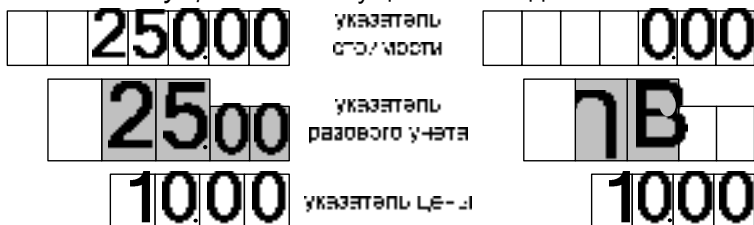

Рисунок 6
9.2 Для выдачи топлива необходимо задать дозу с системы управления. Когда устройство будет готово к отпуску топлива, в средней строке табло мигающими символами отобразится величина заданной дозы, а в случае отпуска "до полного бака" – символы "ПБ" (рисунок 6). Это дает клиенту удобный способ определить, когда можно начать заправку, а также убедиться, что задано именно то количество топлива, которое он заказывал. Для запуска налива необходимо снять раздаточный кран или подать команду "Пуск" с системы управления, после чего значения стоимости и объема на табло обнуляются. С этих пор на табло отображается *отпущенная* на текущий момент доза.